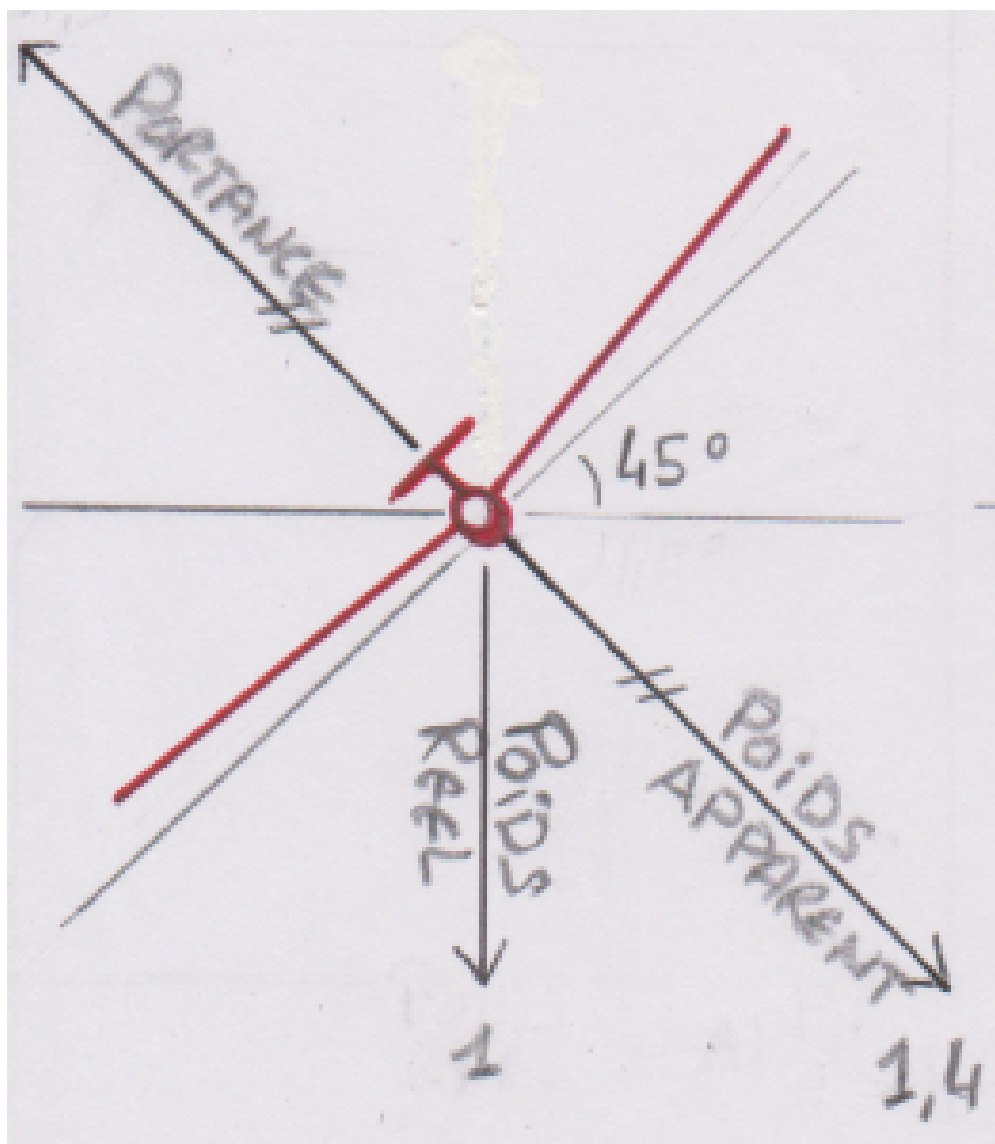

fig.2
- S'il serre trop la spirale son taux de chute le pénalisera : plus le planeur s'incline plus le poids apparent augmente : à 45° il est multiplié par... 1,41 (*fig.2*) ainsi un planeur de 1 k/gr à un poids apparent de 1400gr en spirale à 45° et de 2kg à 60° !